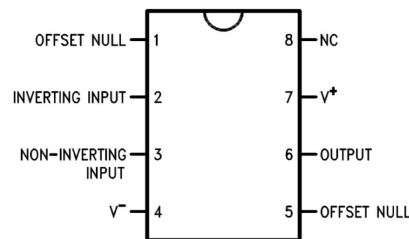

Figure 64 – Brochage de l'AO
- ✗ L'AO est une puce électronique à 8 bornes dont le brochage est donnée figure 64 :